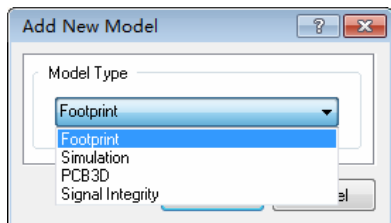

图 18-6 添加新模型对话框
① Add 按钮: 单击该按钮打开添加新模型对话框, 如图 18-6 所示, 单击下拉箭头, 可以在封装、仿真、信号完整性和 PCB 3D 四种模型中进行选择, 根据选择的模型, 会打开不同的对话框。
② Delete 按钮: 删除当前选中的模型。
③ Edit 按钮: 编辑当前选中的模型。